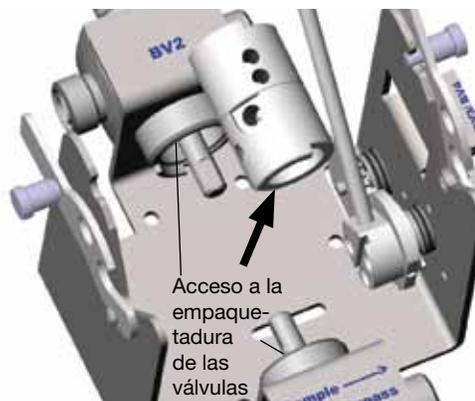

Fig. 4
7. Retire el subconjunto del mando negro. Fig. 4.